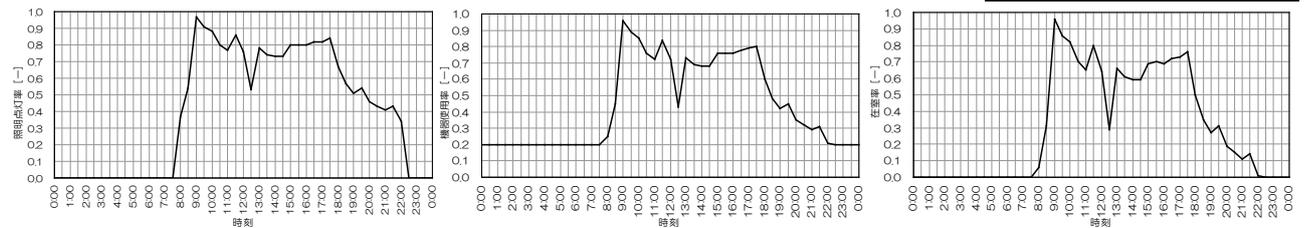

図1. 内部発熱スケジュール*1,*2,*3
- BESTの講習会（『1から学ぶBEST実践講習会』）のテキスト*1で使用している、事務所ビルでの内部発熱のスケジュールを紹介します。これは実際の事務所ビルにおける調査結果を参考に設定したものです。（図1参照）